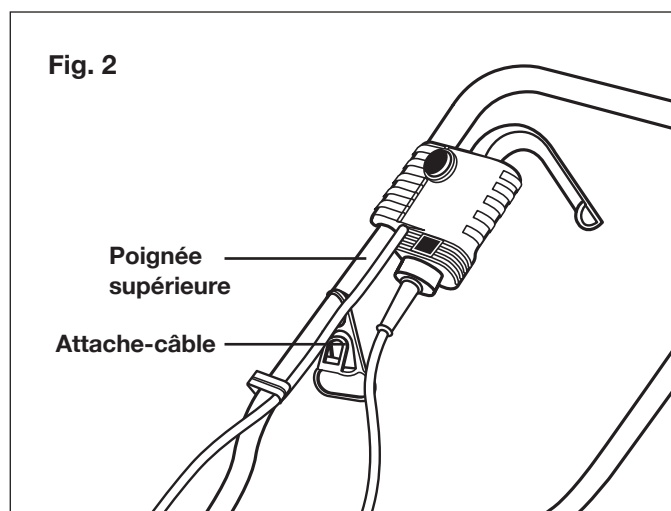

Fig. 2
2. Faites glisser l'attache-câble sur la poignée supérieure (Fig. 2).